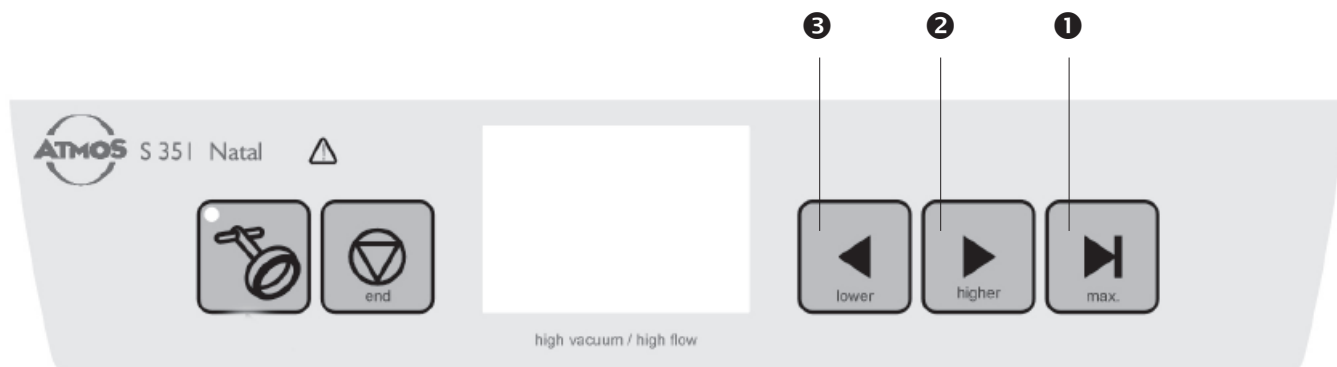

Fig. 39. Indicatori del pannello di controllo
- Selezionare il valore di vuoto finale desiderato tramite i bottoni di regolazione (2 e 3, Fig. 39). Premendo a lungo i bottoni il valore cambia velocemente.
- Premendo il bottone (1, Fig. 39) l'aspirazione potenziale si sposta sul valore massimo. Questa funzione deve essere confermata premendo il bottone un'altra volta.
- Selezionare il valore di vuoto finale desiderato tramite i tasti (1, 2 e 3, Fig. 39). Premendo a lungo i tasti 2 e 3 il valore voluto lo si raggiunge più velocemente.